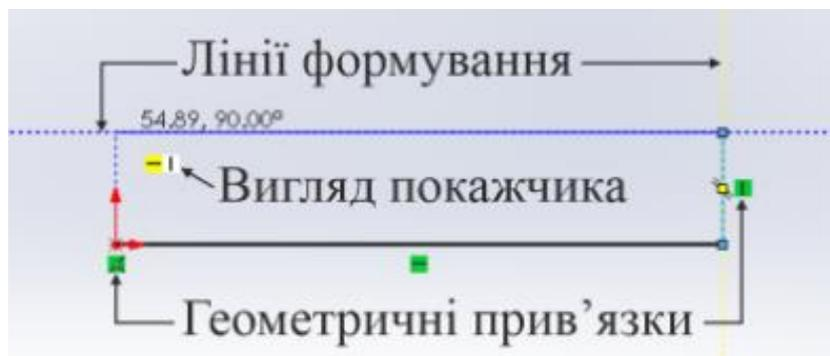

Рисунок 2.7 – Елементи формування об'єктів ескізу
**Лінії формування** – це пунктирні лінії, які з'являються по мірі створення ескізу. Коли покажчик наближається до міток, що підсвічуються (вершин, середніх точок і т.п.), лінії формування використовуються в якості орієнтира в залежності від існуючих об'єктів ескізу (рис. 2.7).